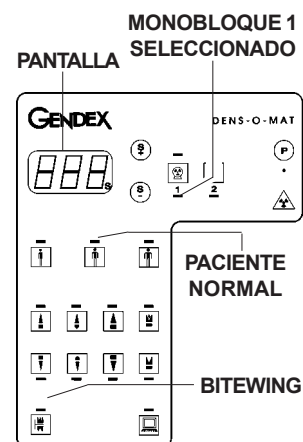

Figura 1
- 2) Encender el Timer Densomat apretando el interruptor encendido/apagado; controlar que se iluminen los LED especificados en figura 1.